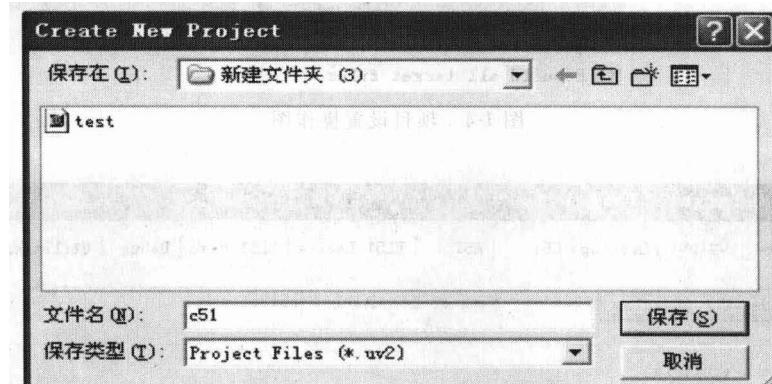
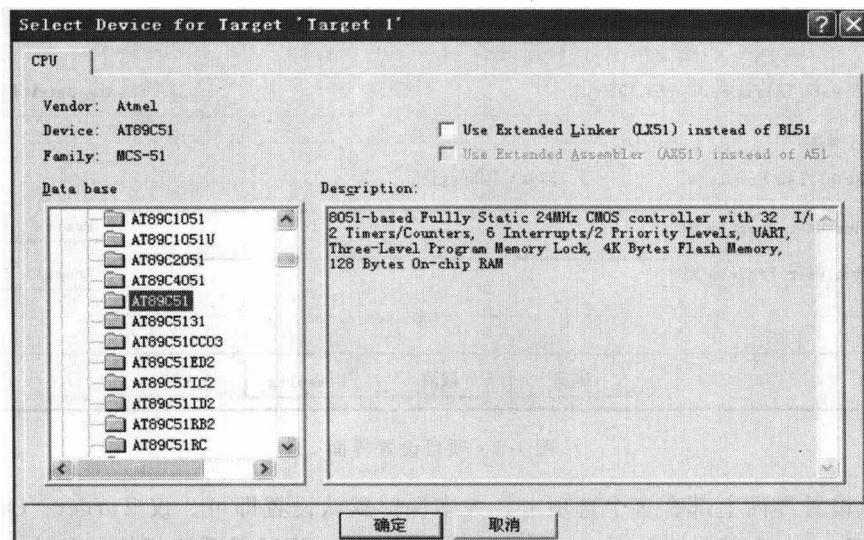

图 1-2 Create New Project 创建新项目对话框
图 1-3 单片机型号选择对话框
① 在Keil uVision2工作界面上用鼠标左键点下拉菜单Project，在弹出的菜单上点New Project；桌面弹出图1-2所示的Create New Project创建新项目对话框。
② 在新建项目对话框中选择保存文件位置(如D:\新建文件夹3)和文件名(如C51)，单击保存。则新建的项目文件C51.uv2保存在D:\新建文件夹3。
③ 保存项目文件后，弹出如图1-3所示的单片机型号选择对话框，左侧是date base栏，选择CPU型号(如AT89C51)，在右边栏为选中CPU(AT89C51)的介绍。单击确定，选定单片机型号，进入了项目操作界面。